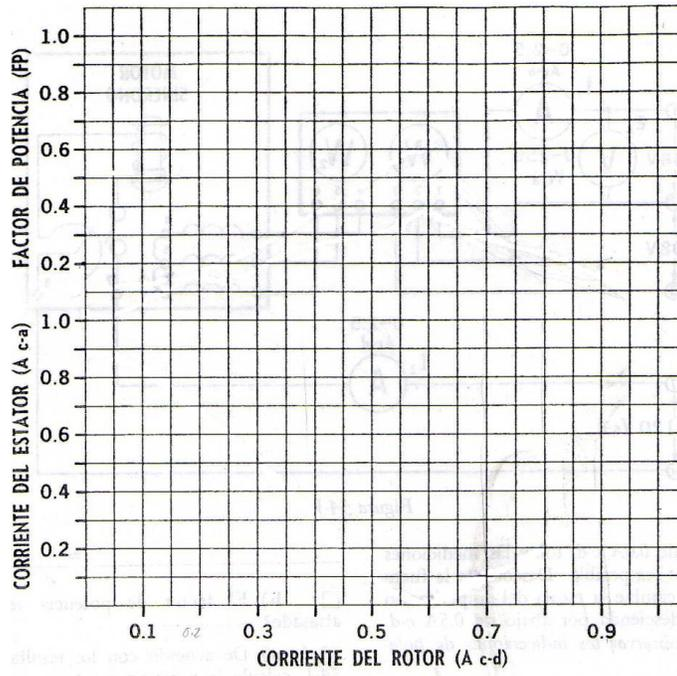

Figura 9-2.
1. a) En la gráfica de la **Figura 9-2** marque los valores anotados de corriente alterna en función de los valores de corriente directa según la **Tabla 9-1**.
c) En la gráfica de la **Figura 9-2** marque los factores de potencia medidos en función de los valores de corriente según la **Tabla 9-1**.